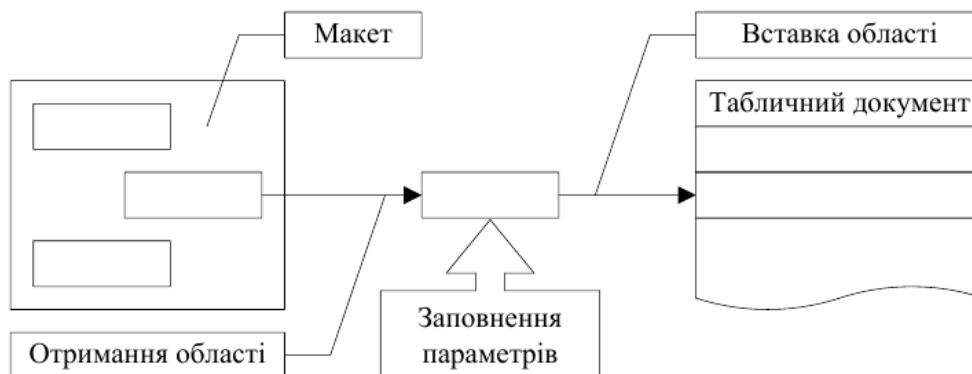

Рис. 16. Загальна схема формування табличного документа з використанням макету
13) Далі нам необхідно створити друковану форму документа. Для формування друкованих форм в системі використовуються два об'єкти (рис.16): «Макет» і «Табличний документ». Слід зазначити, що «Макет» є об'єктом метаданих, що частіше за все містить всередині себе «Табличний документ».